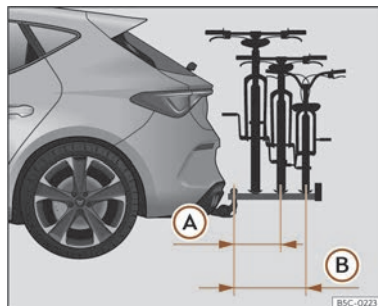

Fig. 197 Representació esquemàtica del voladís màxim de la càrrega en un portabicicletes per a dues o tres bicicletes.
El voladís màxim no haurà de superar, en el cas dels portabicicletes de dues bicicletes, els 500 mm des del centre del capçal esfèric fins al centre del carril del darrer suport >>> **fig. 197**
(A). En el cas dels portabicicletes de tres bicicletes, no s'hauran de superar els 700 mm >>> **fig. 197 (B)**.